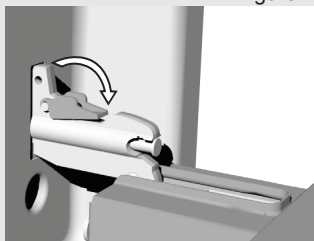

Figure 2
- Avec le système de fermeture **GentleClose**, faites pivoter les butées de 90° (Figure 2).